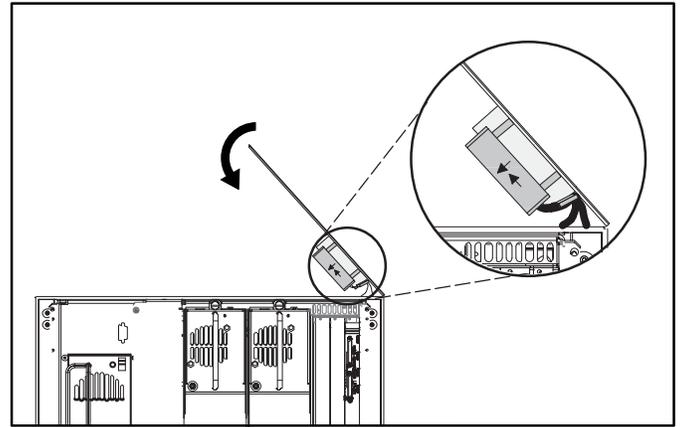

Figura 7: posizionamento del nuovo coperchio
13. Posizionare il lato esterno del coperchio del kit di potenziamento termico come indicato e abbassarlo verso l'unità. Vedere la Figura 7.